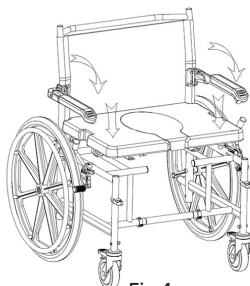

Fig.4
- Posare la seduta sul telaio della carrozzina e premere verso il basso per fissarne la posizione, dopodiché aggiungere il coperchio (Fig.4);